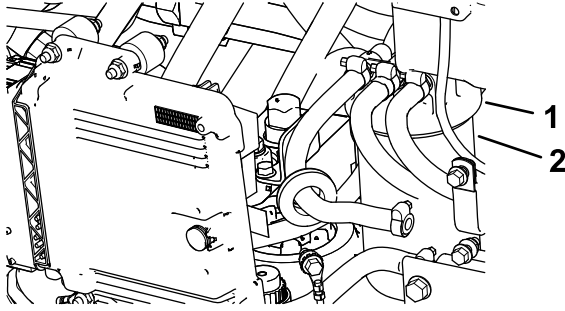

Figure 106
1. Nettoyez la surface autour de la tête du filtre à carburant (Figure 106).
2. Déposez le filtre et nettoyez la surface de montage de la tête du filtre (Figure 106).